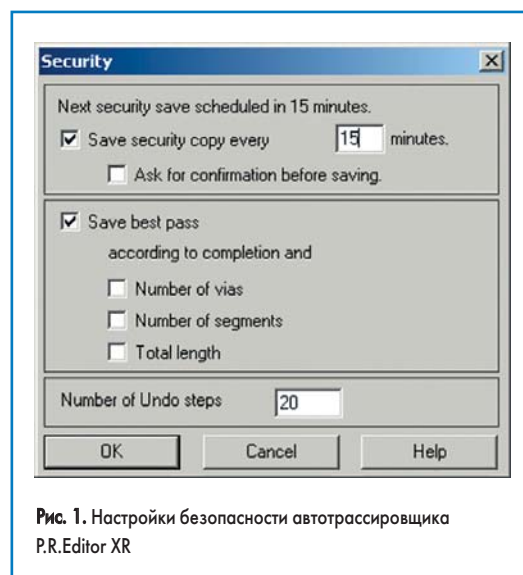

Рис. 1. Настройки безопасности автотрассировщика P.R.Editor XR
На экране появится диалоговое окно *Security*, показанное на рис. 1. Здесь в верхней части настраивается периодичность автоматического сохранения резервной копии. Включение опции *Save security copy every XXXX minutes* активирует таймер, выполняющий автосохранение. Таймер игнорирует длительные периоды бездействия, превышающие 2 минуты. После загрузки проекта таймер не запускается до тех пор, пока пользователь не внесет изменения в проект. Сохранение резервной копии выполняется, только если система находится в том состоянии, чтобы это сделать. Например, сохранение не будет сделано во время ручной трассировки цепи или во время прохода автоматической разводки. Таймер резервного копирования продолжает работать во время автоматической трассировки. Если время, прошедшее с начала запуска прохода, больше, чем заданное время резервного копирования, то сохранение будет выполнено сразу по окончании прохода. Таймер сбрасывается в ноль после загрузки нового проекта, при сохранении текущего про-
2. Убедимся, что все настройки выполнены так, как показано на рис. 1, и, нажав кнопку ОК, закроем окно Security.